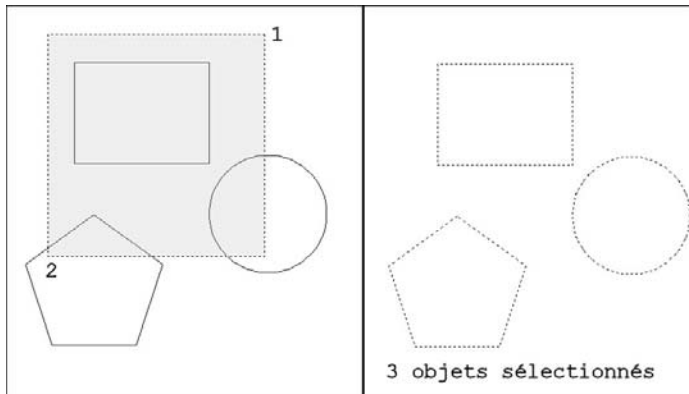

Fig.3.18
- **Capturé** (Crossing) : permet de sélectionner les entités contenues entièrement ou partiellement dans la fenêtre de sélection. Il convient de pointer un point de base puis d'agrandir la fenêtre de sélection vers la gauche (fig.3.18). La fenêtre de sélection est de couleur verte.